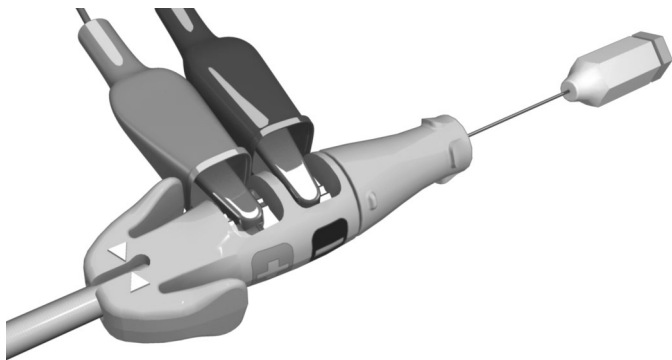

Figure 11. Pinces du PSA fixées sur l'outil de connexion
- Fixer les pinces crocodile du câble du PSA sur le contact à lame de la cathode (–) et sur le contact à lame de l'anode (+) de l'outil de connexion. L'utilisation de l'outil de connexion permet de protéger la broche terminale en évitant qu'elle soit endommagée par les pinces crocodile et d'éviter l'établissement d'un pont entre les contacts de la broche. Veiller à ce que les pinces crocodile soient entièrement accrochées sur les contacts à lame de la cathode et de l'anode afin d'éviter l'obtention de mesures initiales imprécises (Figure 11 Pinces du PSA fixées sur l'outil de connexion en page 28).